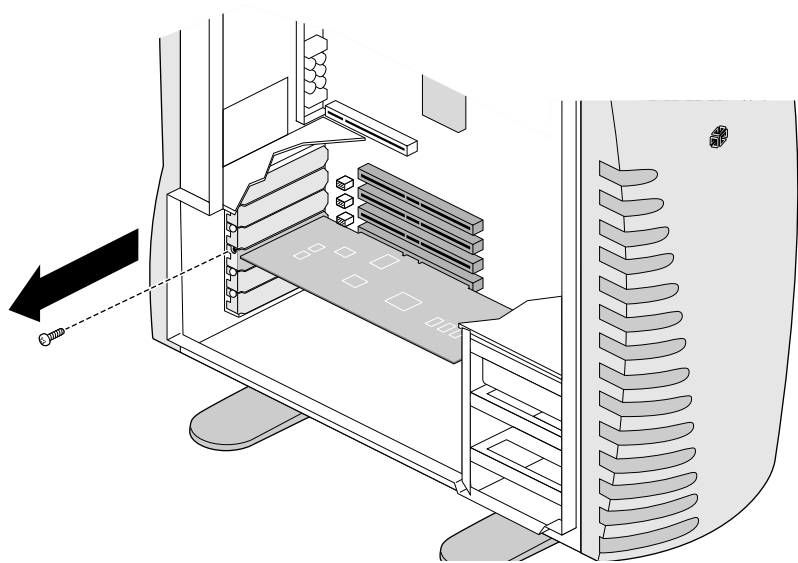

Abbildung 5-5 Entfernen der PCI-Schraube
5. Entfernen Sie die Schraube, welche die PCI-Karte fixiert, mit einem Kreuzschraubendreher. Siehe Abbildung 5-5.